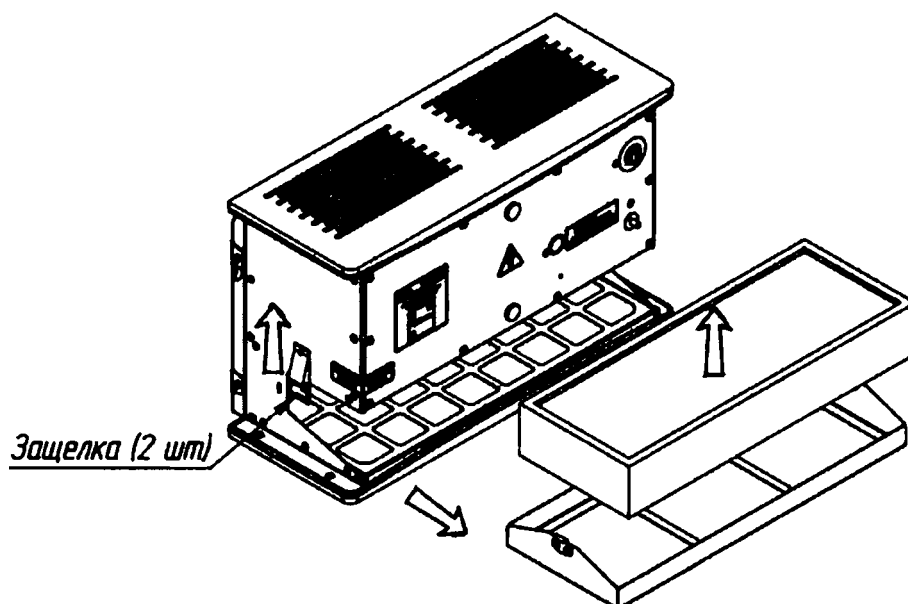

Рисунок 6.2 – Извлечения высокоэффективного антибактериального фильтра
6.2.2 Освободить кронштейн фильтра от прижимающих его защёлок по бокам, подняв их вверх. Выдвинуть кронштейн из прибора и извлечь фильтр высокоэффективный антибактериальный (рисунок 6.2).